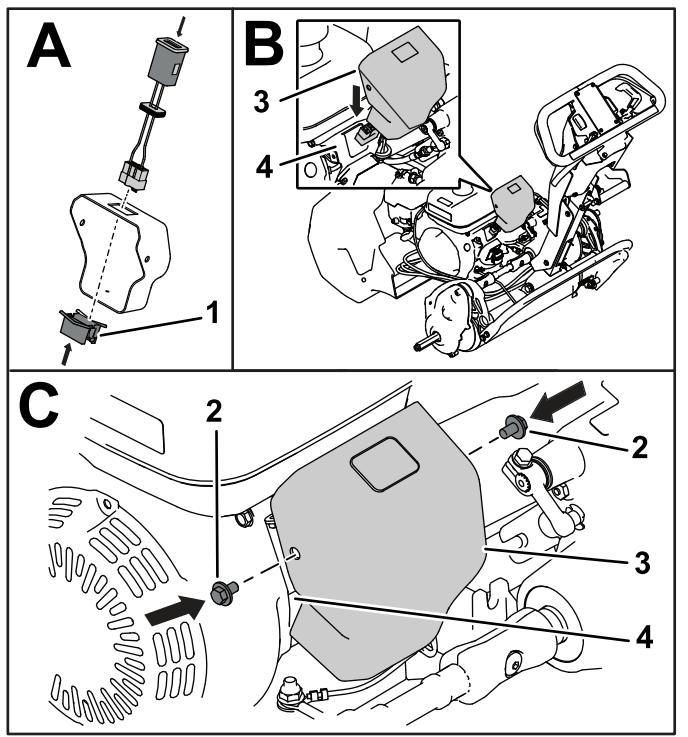

### Рисунок 3
4. Подсоедините беспроводной счетчик моточасов к жгуту проводов из комплекта БСМ (Рисунок 3).